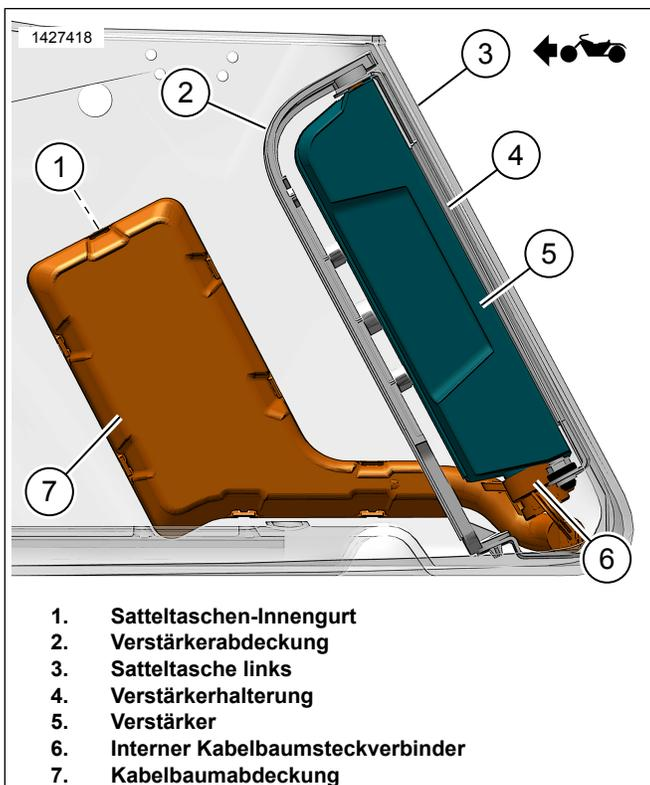

Abbildung 8. Satteltaschenkabelbaum mit Verstärker
13. Siehe Abbildung 8. Die Verstärker-Befestigungshalterungs-Baugruppe einbauen.